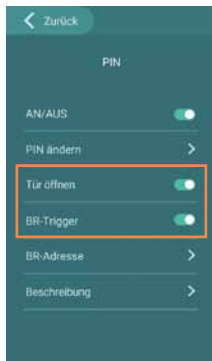

Abb. 11
- Aktivieren Sie die beiden Funktionen **Tür öffnen** und **BR-Trigger** (Abb. 11), um z.B. den Türöffner zu betätigen und gleichzeitig das Treppenhauslicht einzuschalten. (Weitere Informationen finden Sie hierzu in der Produktbeschreibung VILLA BR.)